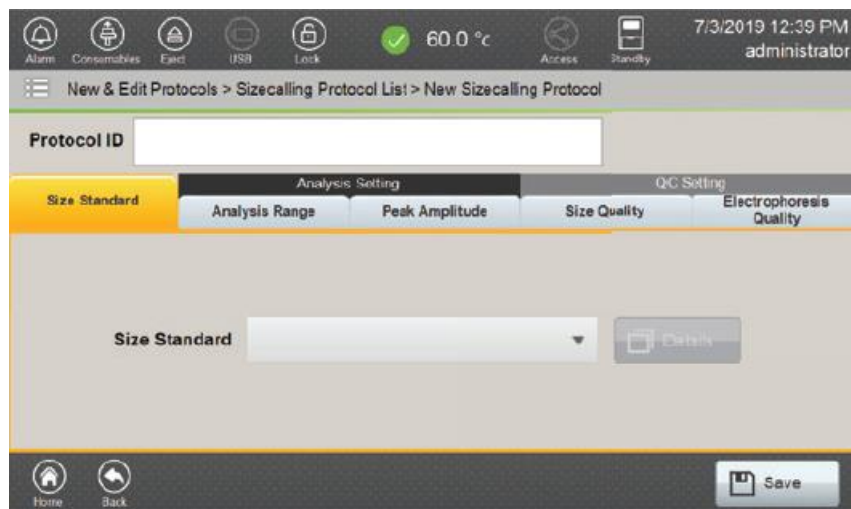

図 128 New Sizecalling Protocol 画面
2. フッターの **Create** ボタンを選択し、New Sizecalling Protocol 画面 (図 128) を開きます。New Sizecalling Protocol 画面には 5 つのタブがあります。
- Protocol ID を入力し、Size Standard タブのドロップダウンから既存の Size Standard Protocol を選択してください。（図 128）